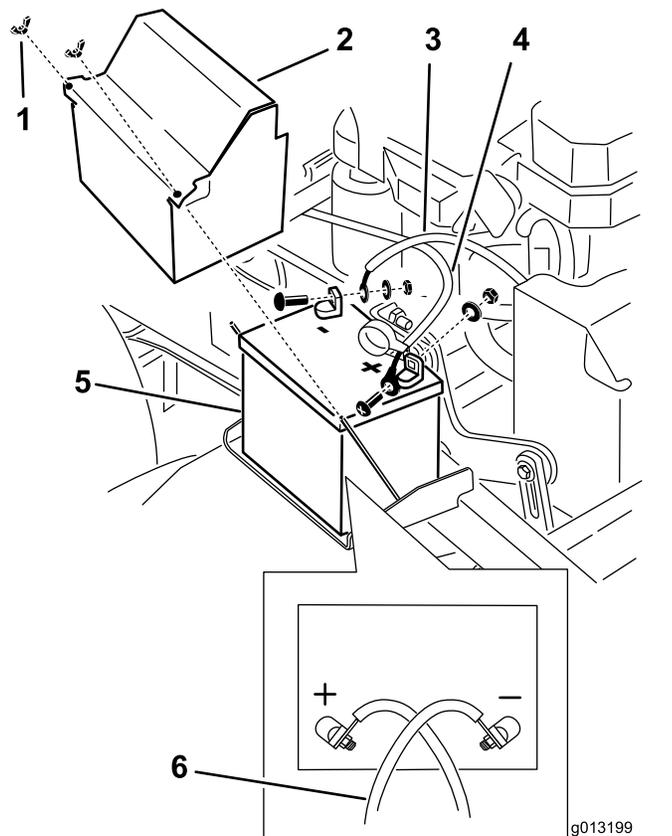

図 52
3. バッテリーのマイナス端子からマイナスバッテリーケーブルを外す 図 52。
5. 赤いプラス+ケーブルを取り外す 図 52。
6. バッテリー押さえプレートを外してバッテリーを取り出す 図 52。
1. バッテリーを車体に載せる 図 52。
3. プラスケーブル赤を、バッテリーのプラス+端子にはめ、ボルト、ワッシャにナットを締め付けて固定する 図 52。
5. マイナスケーブルとアース線を、バッテリーのマイナス-端子にはめ、ボルト、ワッシャにナットを締め付けて固定する 図 52。
注 バッテリーケーブルが互いに交差するのが正しい配線です 図 52。